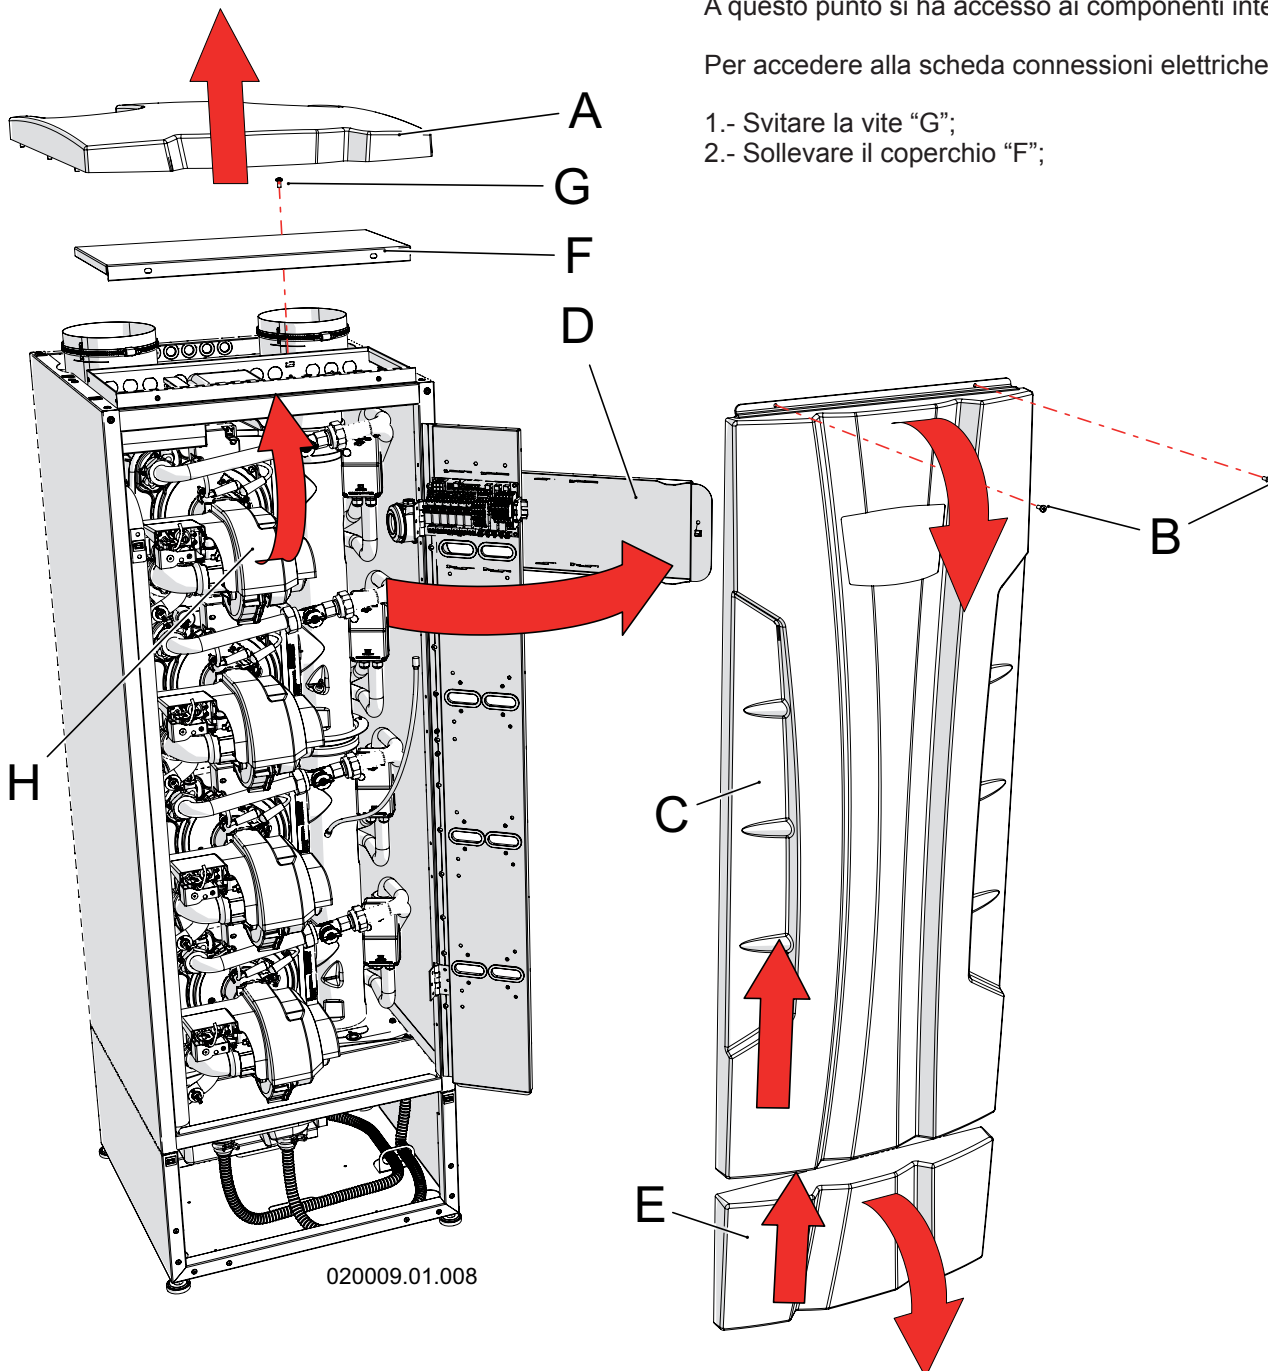

Figura 17.1 - smontaggio mantellatura e apertura quadro comandi
Per lo smontaggio del mantello procedere come di seguito (fare riferimento alla figura 17.1):
1. Seguire quanto riportato al capitolo 17.2 per rimuovere la copertura "E" di figura 17.1;